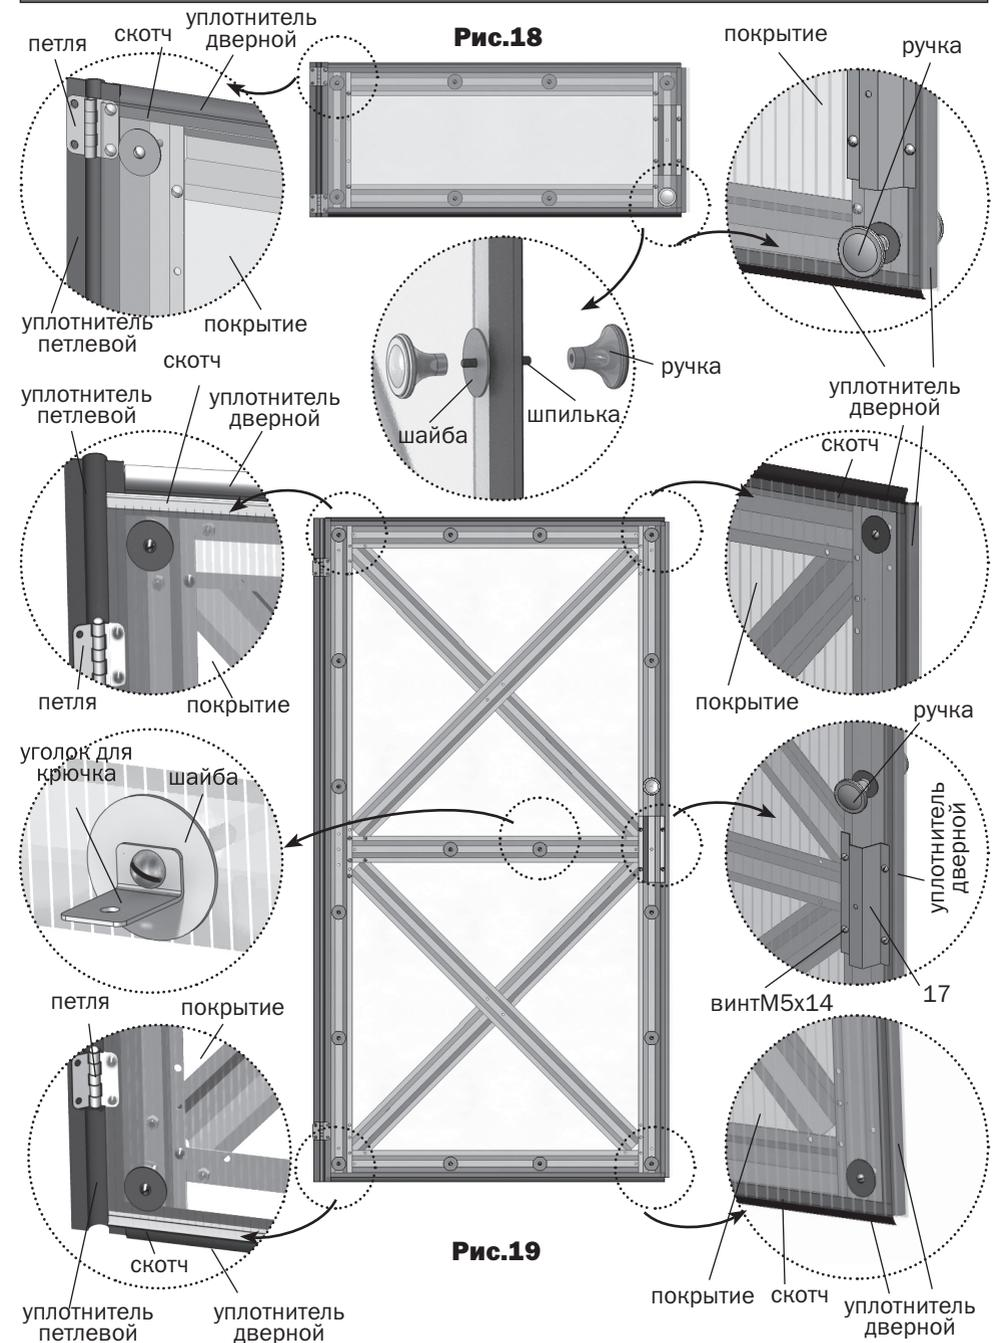

Рис.18
**5.** Закрепите куски покрытия на двери и форточке шайбами (рис.18,19), сделав выпуск покрытия по одной стороне (рис.23), предварительно закрыв соты (оклеив их скотчем). Профили уплотнительные устанавливаются по контуру дверей в соответствии с рисунками **19,21,22**.